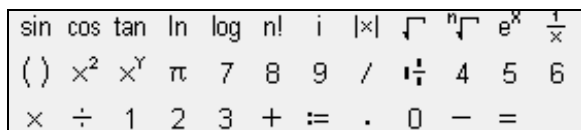

Рис. 1.3. Шаблоны панели **Калькулятор (Calculator)**
1. **Калькулятор (Calculator)** – шаблонами математических операций (рис. 1.3).